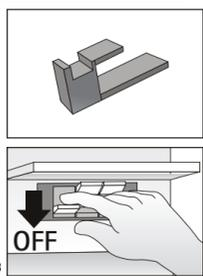

fig.4
- Zubehör zur Begrenzung des Regelbereichs oder zur Blockierung der eingestellten Temperatur = code 000071 (Abb. 4)
- Accessoire voor beperking regelbereik of blokkering van de geprogrammeerde temperatuur = code 000071 (fig.4)